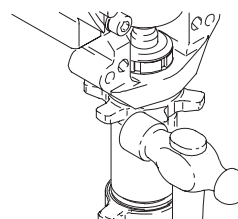

Fig. 13
4. Fig. 13. Løsn låsemøtrikken ved at banke hårdt med en (maks.) 570 g hammer. Skru pumpen af.